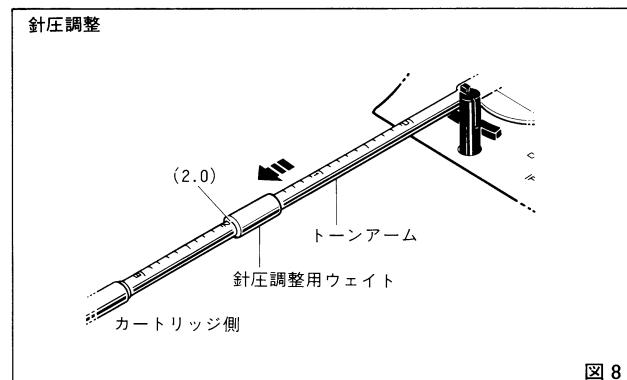

図8
② 針圧調整
2. 付属のカートリッジの適正針圧は2.0gですから、針圧調整用ウェイトの手前側がトーンアームの針圧目盛り2.0の位置にくるまでゆっくり移動させてください。（図8）